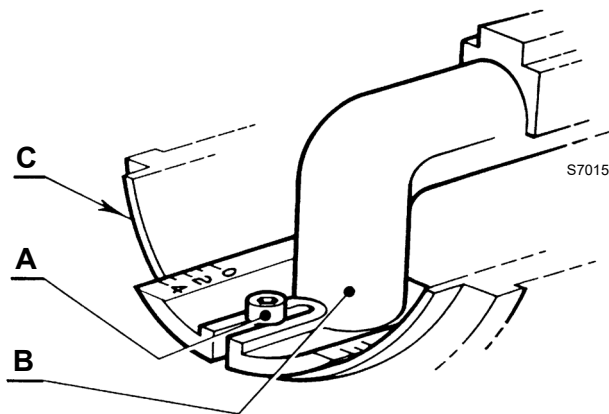

Fig. 15
- aflojar el tornillo A)(Fig. 15), desplazar el codo B) de manera que el plano trasero del manguito C) coincida con la marca deseada;